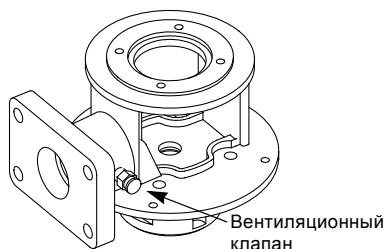

Рис. 4
2. Если насос оснащён вентиляционным клапаном, клапан следует открыть, см. рис. 4.